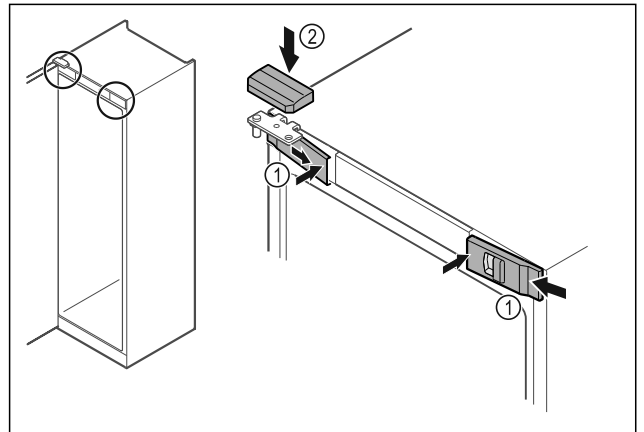

Fig. 53
- ▶ Передні кришки Fig. 53 (1) зачепити збоку та зафіксувати всередині.
- ▶ Зафіксуйте верхню кришку Fig. 53 (2) зверху.